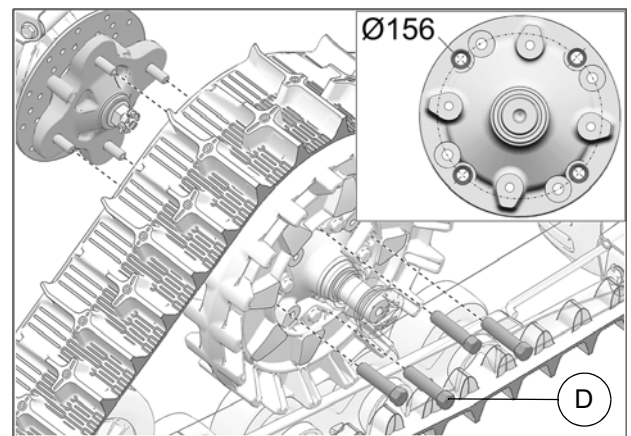

Fig. 18
9. Fixer le système de traction au moyeu de roue arrière. Utiliser le cercle de perçage de $\text{Ø}156 \text{ mm}$ et les écrous de roue M12 (D) fournis. Voir la Fig. 18